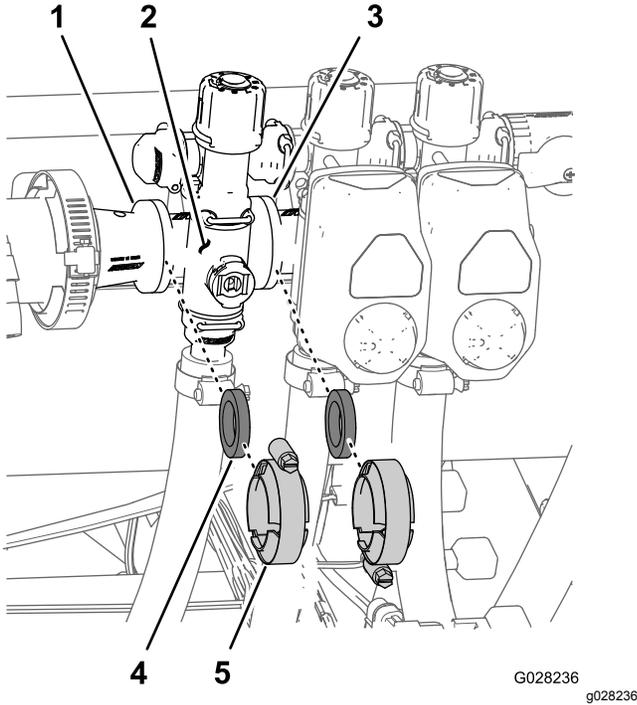

Figura 108
1. Retire las abrazaderas y las juntas que sujetan el distribuidor de la válvula de sección (Figura 108) a la válvula de sección adyacente (si es la válvula de sección de la izquierda, al racor reductor).